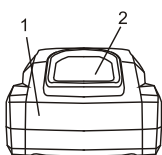
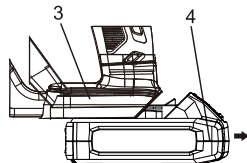

Fig. 3
Fig. 4
1. Retirez la batterie déchargée (1) de l'outil en appuyant vers le bas sur le bouton d'éjection de la batterie (2) situé à l'arrière de la batterie (Fig. 3) et en tirant la batterie hors de la poignée (3) de l'outil (Fig. 4).